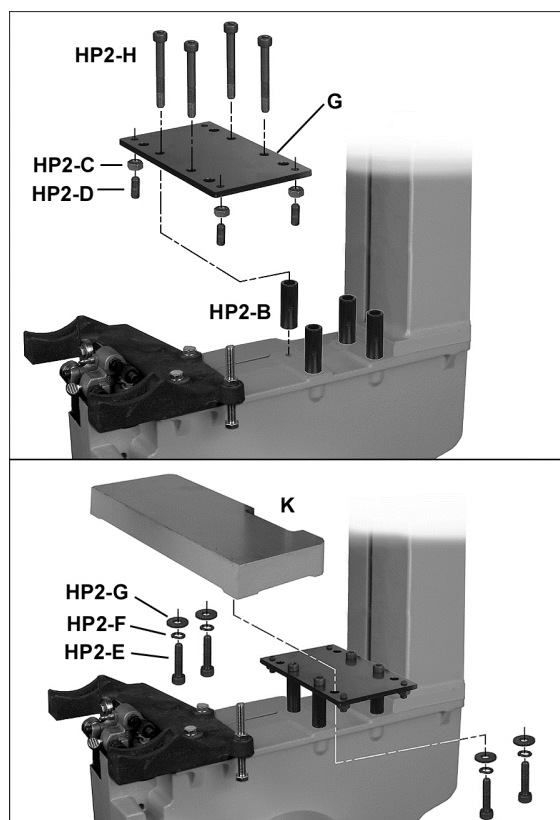

Рис. 22.
См. Рис. 22.
См. Рис. 22 и 24.
3. Четыре винта с внутренним шестигранником М6х25 (HP2-E, Рис. 22) должны быть незначительно ослаблены. Ослабьте шестигранные гайки (HP2-C) и закручивайте/откручивайте любой из четырех установочных винтов (HP2-D) с помощью 4 мм шестигранного ключа, чтобы поднять или опустить соответствующую часть удлинения стола.